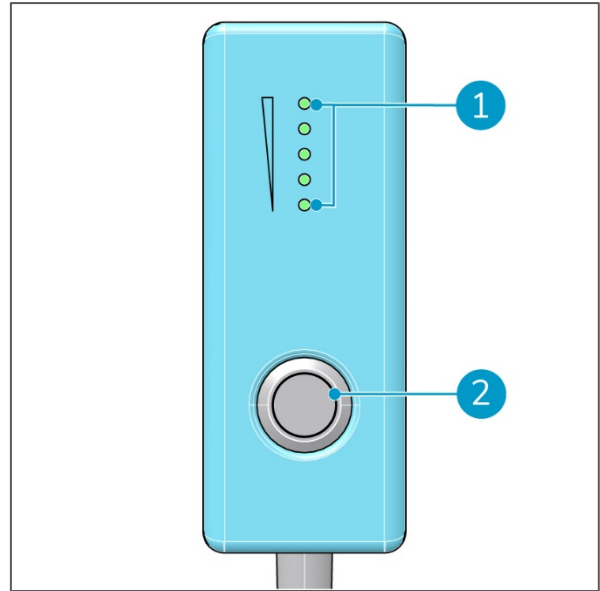

Figure 5
1. Affichage de l'état de puissance de la batterie (Figure 5, pos. 1). Les DEL bleues d'état de puissance de la batterie sont allumées pendant l'utilisation normale. Si la batterie est chargée à fond, toutes les DEL bleues sont allumées et au fur et à mesure que la batterie se décharge, les DEL bleues s'éteignent une à une.
2. Bouton MARCHE/ARRÊT (Figure 5, pos. 2).